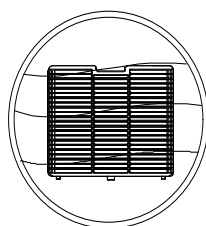

Fig. 2
2. Pulire delicatamente il filtro con un aspirapolvere per rimuovere la polvere. Se necessario, lavare il filtro con acqua insaponata tiepida **NON USARE ALCOOL, BENZENE O ALTRI PRODOTTI AGGRESSIVI** (Fig. 2).